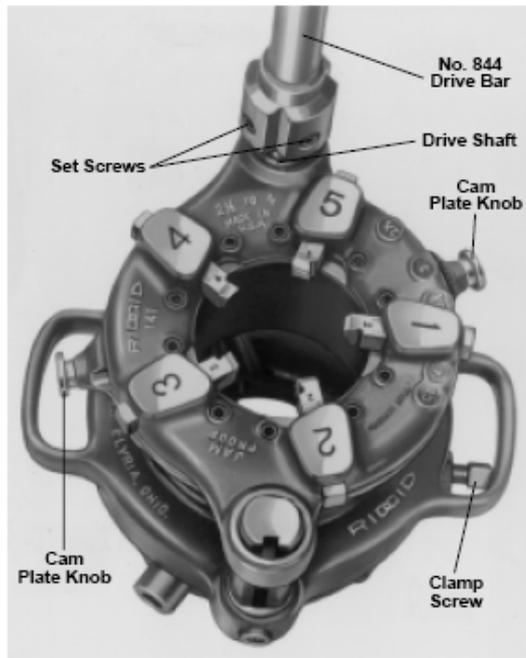

图 16 — 141 齿轮套丝器
2. 见图16，压下凸轮板的按钮，调整到合适的尺寸，释放按钮。